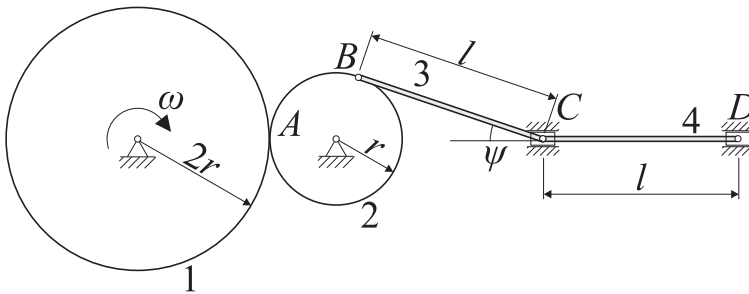

Bild 2.5.
Aufgabe 2.5. Bei einem Kurbeltrieb dreht sich Die Welle des Trommels (1) mit konstanter Winkelgeschwindigkeit ω (Bild 2.5). Bestimmen Sie die Geschwindigkeit und die Beschleunigung des Kolbens D .